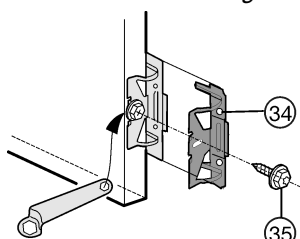

Fig. 16
- Atornille la escuadra de fijación Fig. 16 (34) con el tornillo de cabeza hexagonal Fig. 16 (35) en los agujeros pretallados de la puerta del aparato.